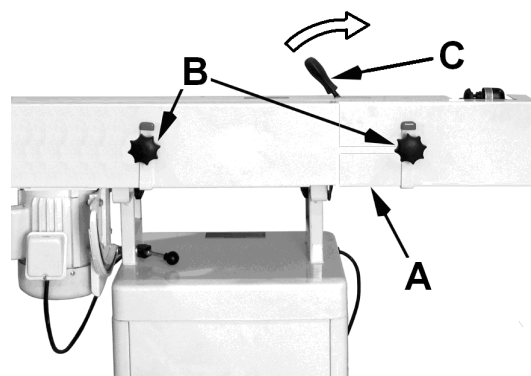

Fig 10
Desserrer les vis moletées (B, Fig 10) et retirer le carter de la bande (A).